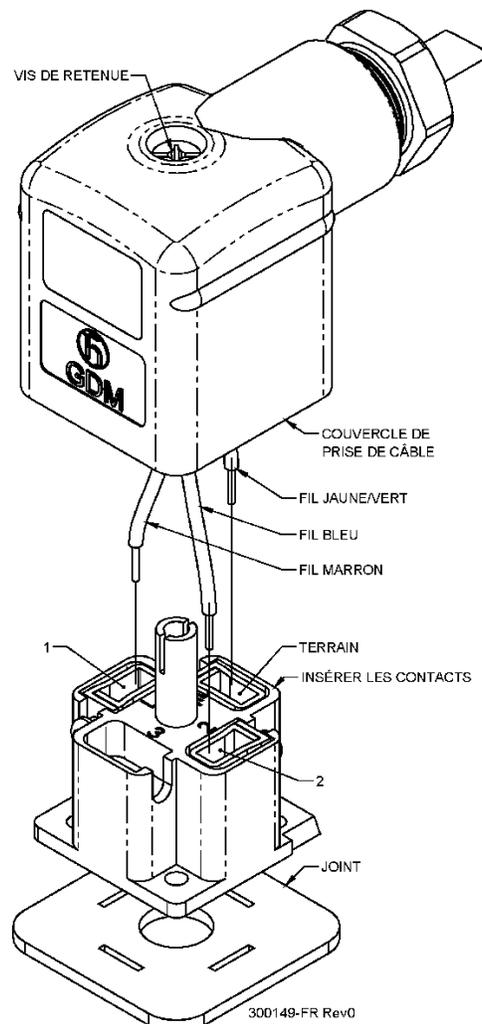

Figure 27 - Connexions de la fiche du câble de l'valve solénoïde
1. Si au début de l'étincelle, l'valve solénoïde ne s'ouvre pas de manière audible et qu'aucun combustible ne s'écoule, débranchez la fiche du câble de l'valve solénoïde du corps de l'valve solénoïde (voir la Figure 12 pour l'emplacement et voir la Figure 27 pour la connexion). Mesurez la tension entre les fils bleu et marron de la fiche ; il doit être compris entre 12V et 14V lorsque le module SA produit des étincelles. Si c'est le cas, remplacer l'valve solénoïde.